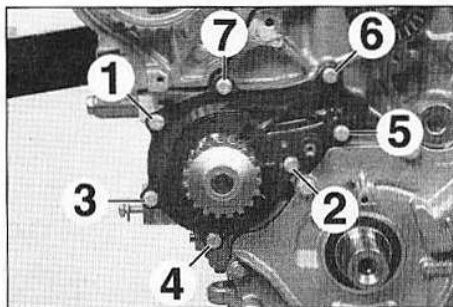

FIG.22
- Serrer les vis de la pompe à eau dans l'ordre prescrit (Fig.22).